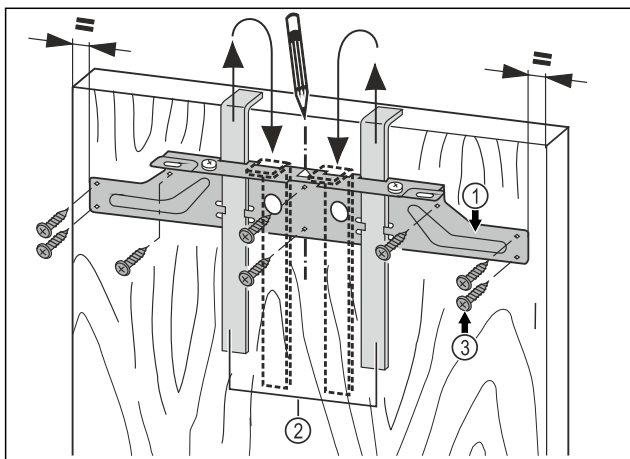

Fig. 45
- ▶ Zaveste upevňovacia traverza Fig. 45 (1) pomocou montážnych pomôcok Fig. 45 (2) na vnútornú stranu nábytkových dvier.
- ▶ Vyrovnajte upevňovacia traverza Fig. 45 (1) v strede na dverách.
- ▶ Priskrutkujte upevňovacia traverza Fig. 45 (1) minimálne 6 skrutkami Fig. 45 (3).
- ▶ Priskrutkujte upevňovacia traverza Fig. 45 (1) na okraji minimálne 4 skrutkami Fig. 45 (3).
- ▶ Vytiahnite montážne pomôcky Fig. 45 (2) smerom nahor a zasuňte ich otočené do vedľa ležiacich upevňovacích otvorov.